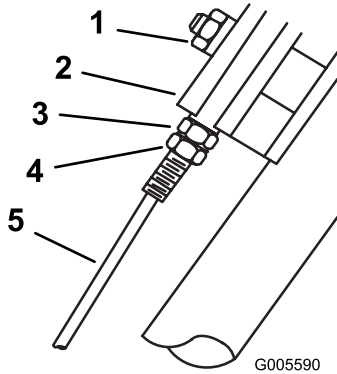

Bild 22
3. Lockern Sie die Mutter am Stützblock (Bild 22).